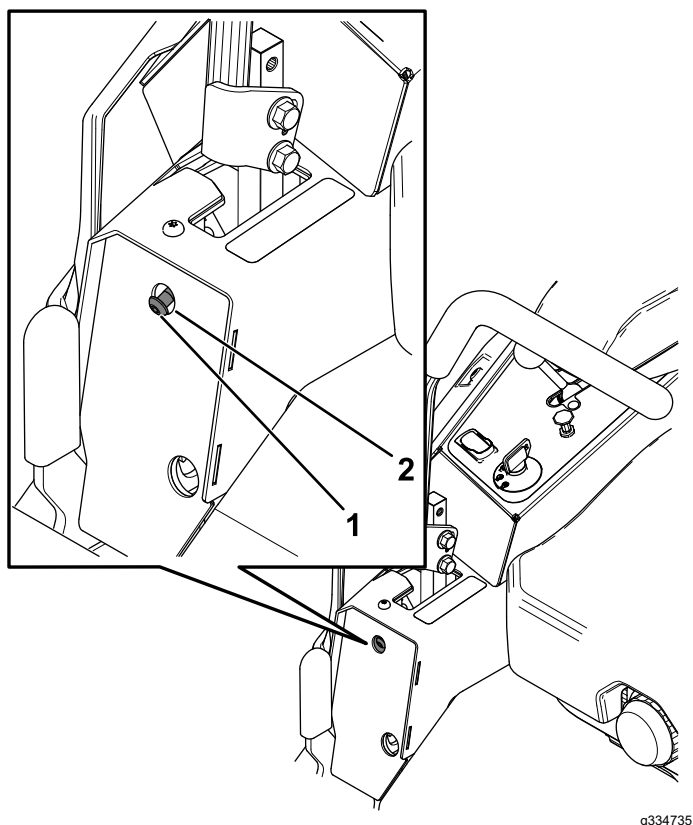

Figura 57
6. Dacă maina se îndreaptă spre dreapta, introducei o cheie hexagonală de 3/16" în orificiul de acces al panoului stânga al capacului frontal i rotii urubul de aliniere în sensul acelor de ceasornic sau în sens invers acelor de ceasornic, pentru a regla cursa manetei (Figura 57).
7. Dacă maina se îndreaptă spre stânga, introducei o cheie hexagonală de 3/16" în orificiul de acces al panoului dreapta al capacului frontal i rotii urubul de aliniere în sensul acelor de ceasornic sau în sens invers acelor de ceasornic, pentru a regla cursa manetei (Figura 57).